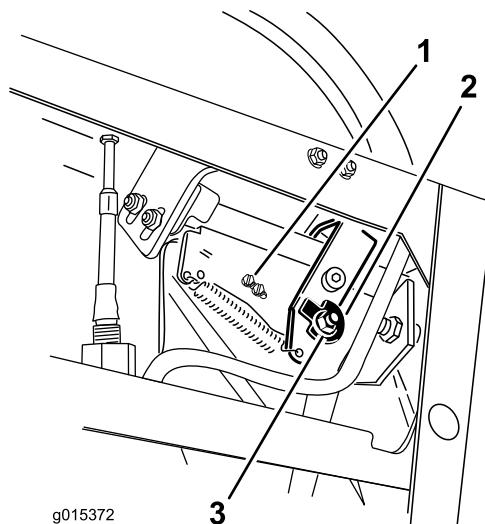
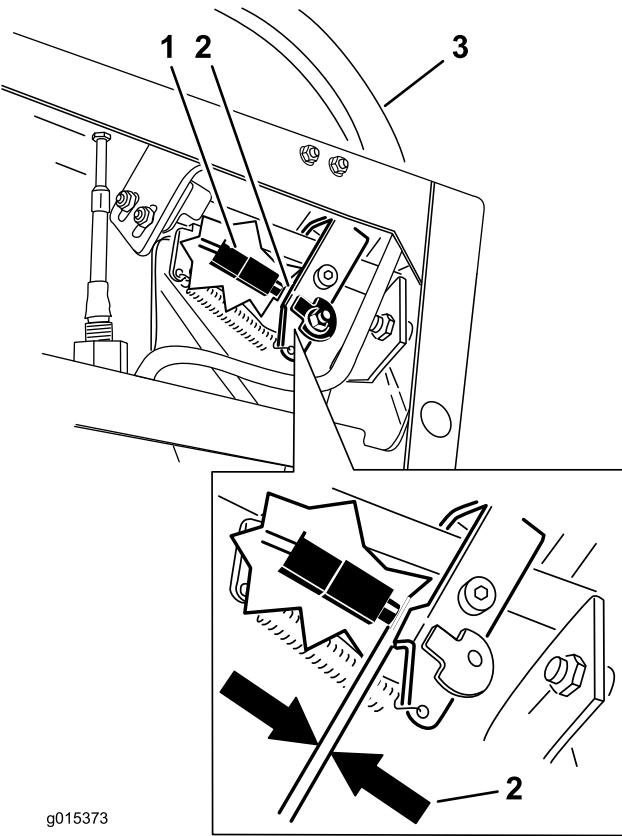

Figura 17
Figura 18
6. Allentate il dado e il bullone che reggono la camma (Figura 17).
9. Controllate la distanza tra la leva di comando e il comando come indicato nella Figura 18. La distanza deve essere di 3 mm con la leva di controllo del movimento destra in posizione di sblocco in folle.
10. Se necessario, allentate le viti che sorreggono il comando e regolatelo (Figura 17 e Figura 18).